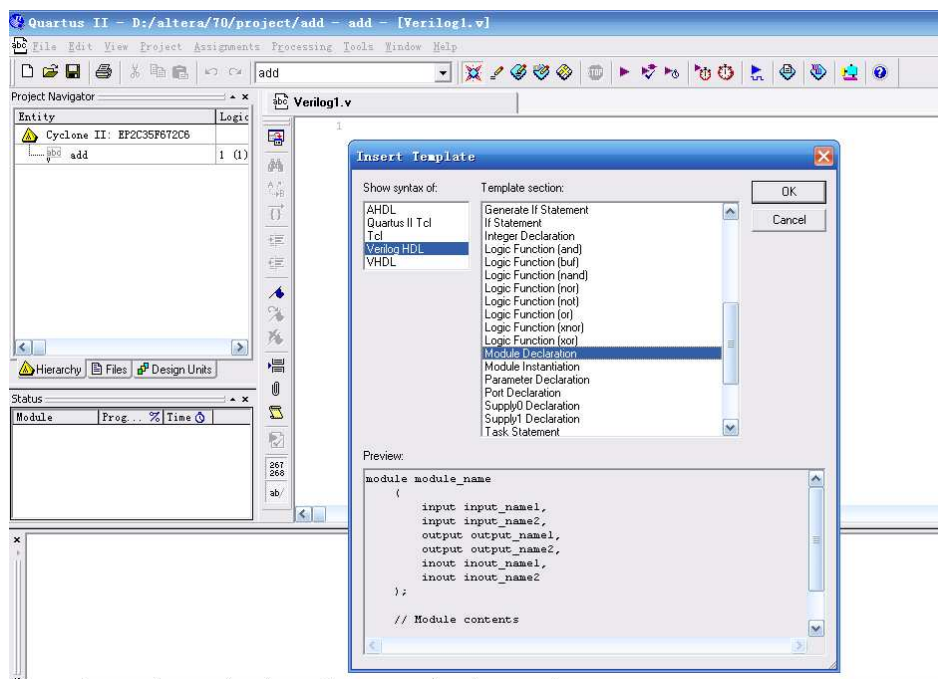

图 29 Verilog HDL 模板添加
- 对于初学者 Quartus II 提供了很多设计模板，在编辑框中点击右键选择【Insert Template】，对话框左边显示的 Quartus II 提供的模板类型，这里选择 Verilog HDL，在右边选择 Module Declaration，如图 29 所示。这时编辑框中会出现 Verilog HDL 模块声明的模板。